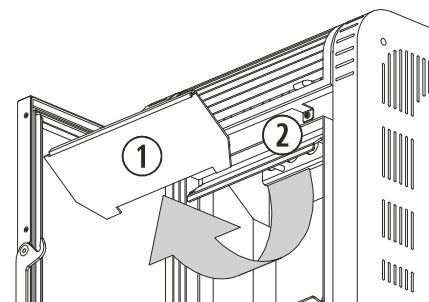

Figura 10
Nei modelli *Moon* (figura 10) e *Basic*, si deve realizzare un'operazione di pulizia totale dello scambiatore di calore (②), quest'operazione dovrà essere eseguita settimanalmente. Per avere un miglior accesso allo scambiatore e poter pulirlo di forma esaustiva, nei modelli *Moon* e *Basic* dobbiamo spingere verso l'alto la placca superiore del focolare (①), fino a disinnestare i pannelli che la fissano alla placca centrale e tirarla. Al termine, collochiamo di nuovo la placca superiore assicurandoci che i piedini rimangano correttamente incorporati.
①	Scambiatore di calore.
②	Placca superiore del focolare.